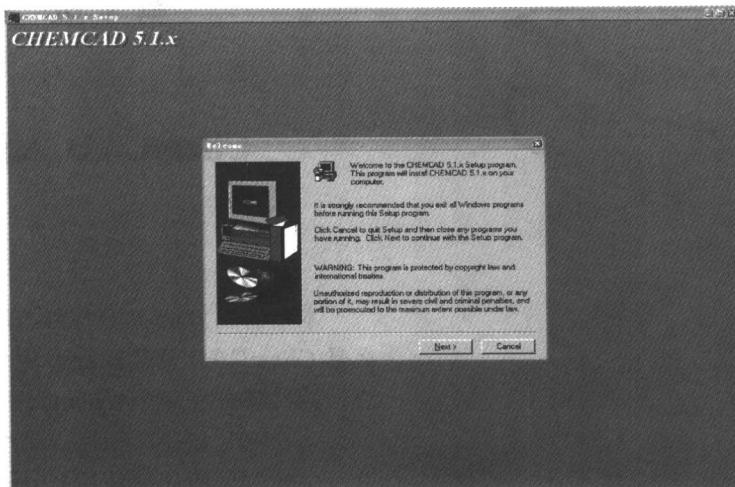

图 1-1 ChemCAD 的安装界面
- 首先点击安装文件中的 setup.exe 应用程序，启动“安装向导”，会出现如图 1-1 所示的安装界面。